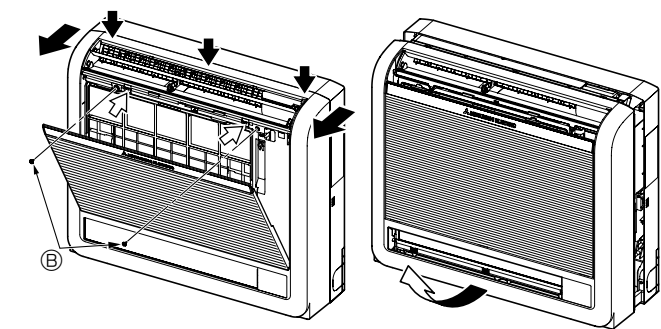
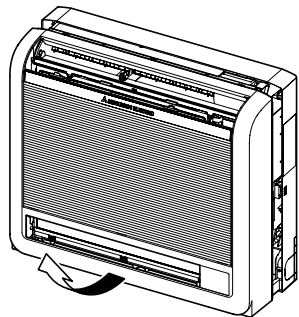

Fig. 3-3
Fig. 3-4
- ① 按压箭头 所指示的 2 个位置，并打开前格栅。（Fig. 3-3）
- ② 打开前格栅并取下两个螺钉。
- ③ 打开上部出气口的水平叶片，在三个位置推前面板顶部，然后从室内机组上拉下格栅顶部。
- ④ 向上提起前格栅，将其拆下。（Fig. 3-4）